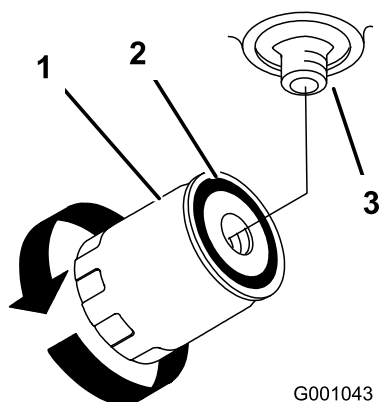

Figura 78
7. Aplique una capa fina a la junta de goma del filtro nuevo (Figura 78).
filtro, gire el filtro en el sentido de las agujas del reloj hasta que la junta de goma entre en contacto con el adaptador del filtro, luego apriete el filtro media vuelta más (Figura 78).